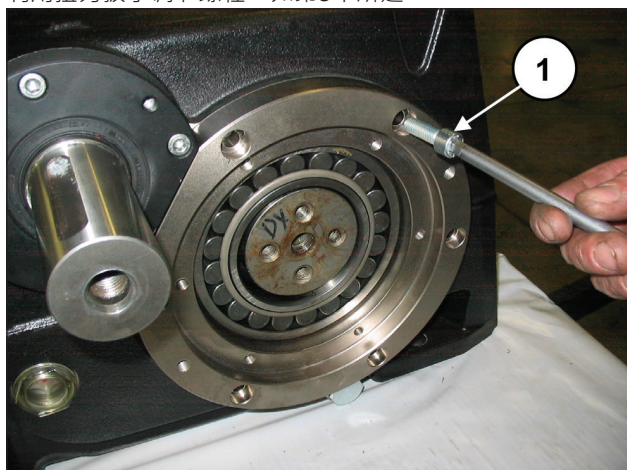

图 75
拧紧轴承支盖，可使用6+6个M10x30螺栓(①，图 75)。利用扭力扳手调节螺栓，如第3章所述。